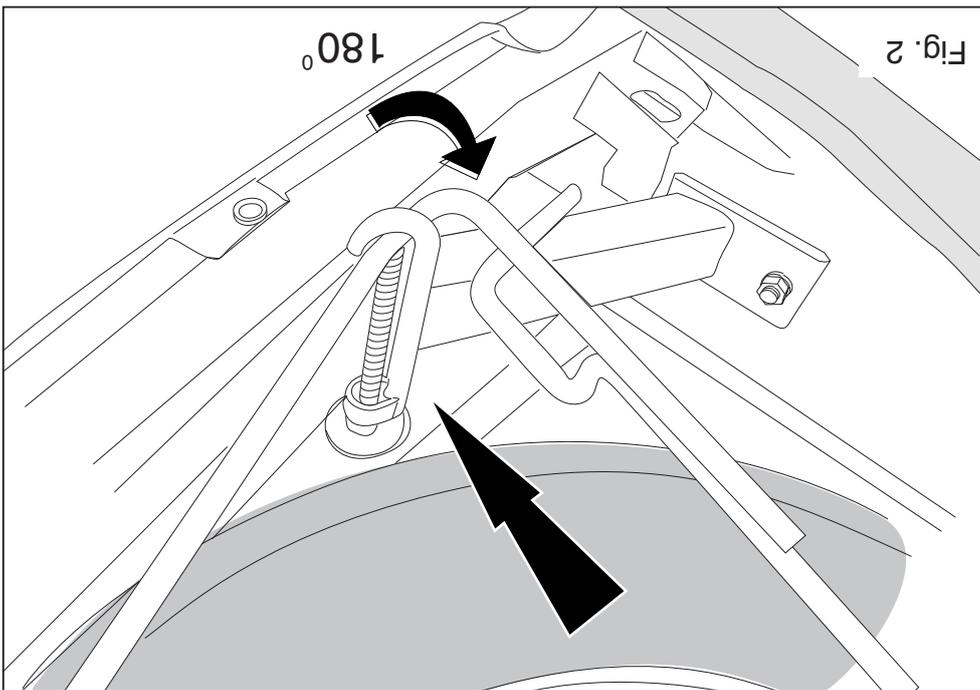

Fig. 2
4. The ball is fitted on the tow bar with two M12x70/26,2 bolts with a socket plate, flat washers and self-locking nuts. Tighten all of the bolts and nuts according to the torques listed in the table. Replace the spare wheel. (see fig. 2 where appropriate.)
4. Die Kugel wird mit eine M12x65/21.2-Schraube und eine M12x70/26.2-Schraube inklusive Steckerplatte, Unterlegscheiben und selbstsichernder Muttern an die Kupplungskugel mit Halterung montiert. Alle Schrauben und Muttern gemäß den Angaben in der Tabelle festdrehen. Das Ersatzrad wieder befestigen. (siehe Fig. 2, Falls vorhanden)
4. Kulan monteras vid dragkroken med två skruvar M12x70/26,2 inklusive kontaktplatta, planbrickor och självlåsande muttrar. Momentdrag alla skruvar och muttrar enligt tabellen. Sätt tillbaka reservhjulet. (Fall tillbaka, se fig. 2
4. Kuglen monteres på anhængertrækket med to bolte M12x70/26,2 inklusiv kontaktplade, planskiver og selvslåsende møtrikker. Spænd alle bolte og møtrikker ifølge tabellen. Sæt reservehjulet på plads igen. (Jævnfør fig. 2, hvis denne er til stede.)